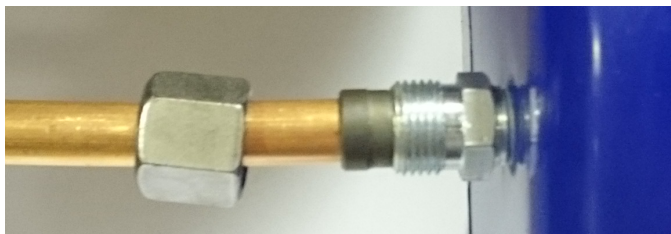

Рис. 9
4. Сдвиньте нажимное кольцо так, чтобы его острый срез вошел в штуцер (рис. 9).